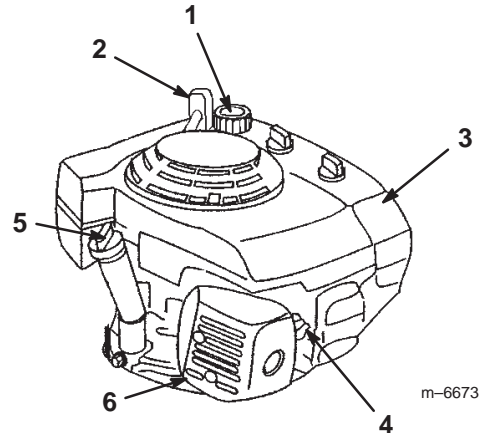

Bild 7
1. Reinigen Sie den Bereich um den Tankdeckel (Bild 7).
1. Stecken Sie den Zündkerzenstecker wieder auf die Zündkerze auf (Bild 7).